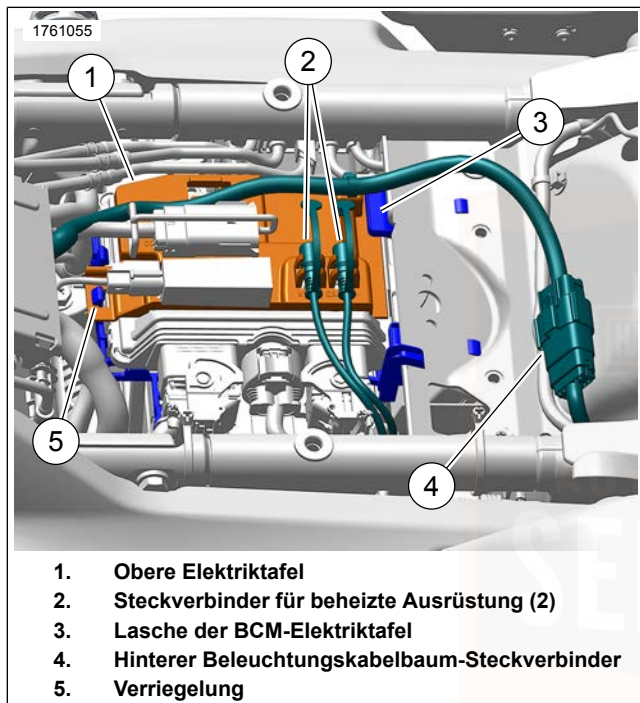
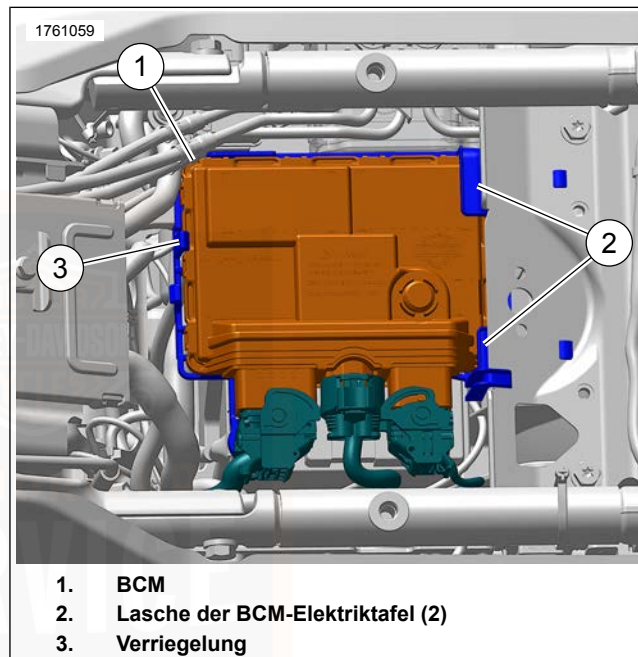

Abbildung 115. Ausbau/Einbau der oberen Elektriztafel
Abbildung 116. Ausbau/Einbau des BCM
3. Siehe Abbildung 115. Den Steckverbinder (4) des hinteren Beleuchtungskabelbaums abklemmen.
4. Die Steckverbinder (2) der beheizten Ausrüstung von der oberen Elektriztafel (1) entfernen.
5. Die Verriegelung (5) leicht nach hinten drücken und die Vorderseite der oberen Elektriztafel anheben. Die obere Elektriztafel nach vorne schieben, um sie von der Lasche (3) der BCM-Elektriztafel zu lösen.
7. Siehe Abbildung 116. Die Verriegelung (3) leicht nach vorne drücken und die Vorderseite des BCM (1) anheben. Das BCM nach vorne schieben, um es von den Laschen (2) der BCM-Elektriztafel zu lösen.
9. Siehe Abbildung 116. Das BCM (1) in die Position oben auf der BCM-Elektriktafel absenken. Das BCM nach hinten unter die hinteren Laschen (2) der BCM-Elektriktafel schieben.
10. Die Vorderseite des BCM nach unten drücken, bis die Verriegelung (3) einrastet.
11. Siehe Abbildung 115. Die obere Elektriktafel (1) in die Position oben auf dem BCM absenken. Die obere Elektriktafel nach hinten unter die Lasche (3) der BCM-Elektriktafel schieben.
12. Die Vorderseite der oberen Elektriktafel nach unten drücken, bis die Verriegelung (5) einrastet.
13. Die Steckverbinder (2) für die beheizte Ausrüstungen in den Haltern an der oberen Elektriktafel anbringen.
14. Den Steckverbinder (4) des hinteren Beleuchtungskabelbaums anschließen.